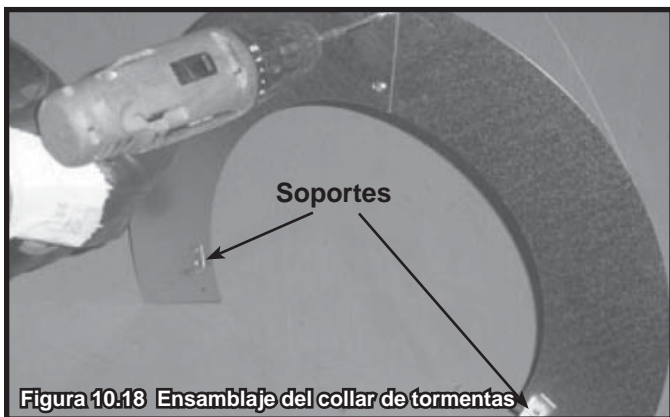

Figura 10.18 Ensamblaje del collar de tormentas
- Conecte las dos mitades del collar de tormentas con dos tornillos (consulte la Figura 10.18).